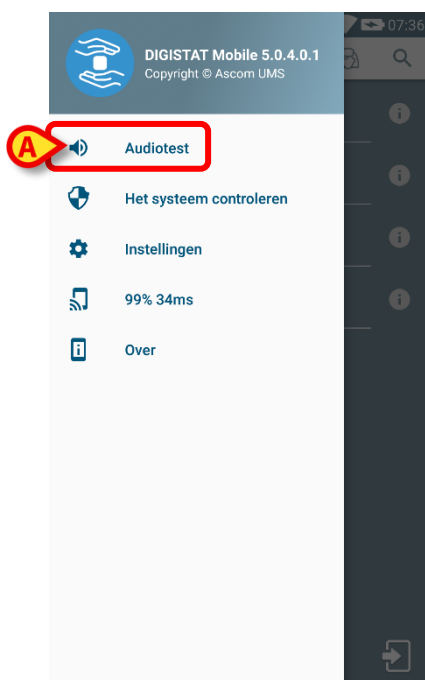

Fig 26
Het volgende scherm wordt weergegeven (Fig 26).
- Druk op de optie **Audiotest** (Fig 26 **A**).